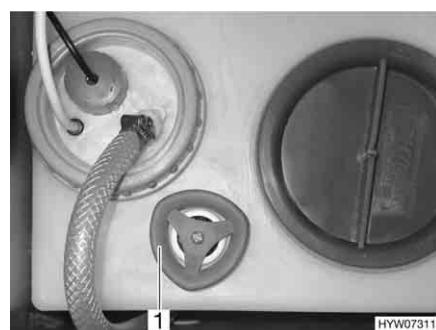

Bild 200 Wassertank mit Drehgriff
- Auf dem Wassertank den Drehgriff (Bild 200,1) entgegen dem Uhrzeigersinn drehen, um die Ablauföffnung zu öffnen.